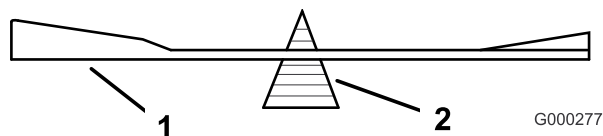

Figure 74
2. Vérifiez l'équilibre de la lame en la plaçant sur un équilibreur (Figure 74). Si la lame reste horizontale, elle est équilibrée et peut être utilisée. Si la lame est déséquilibrée, limez un peu l'extrémité de la partie relevée seulement. Répétez la procédure jusqu'à ce que la lame soit équilibrée.